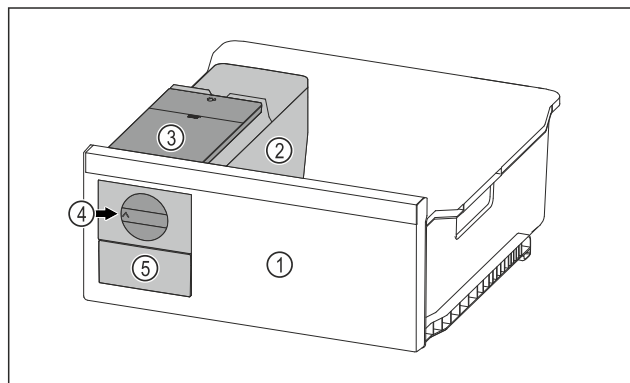

Fig. 125 Primjer izgleda
- Okrenite okretni gumb Fig. 125 (4) u smjeru kazaljke na satu do graničnika.
► Kockice leda padaju iz posude za kockice leda u ladicu za kockice leda Fig. 125 (5).